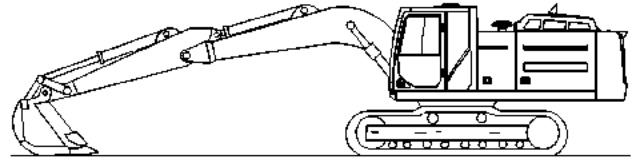

Ilustración 343
2. Retraiga completamente la varilla del cilindro del brazo. Ajuste la posición del cucharón de modo que el cucharón quede paralelo al suelo. Baje la pluma hasta que el cucharón quede al ras del suelo. Consulte la ilustración 343.